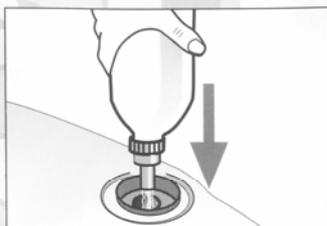

Fig. 4
- Introdurre acqua demineralizzata nell'apposito serbatoio. (Fig. 4)